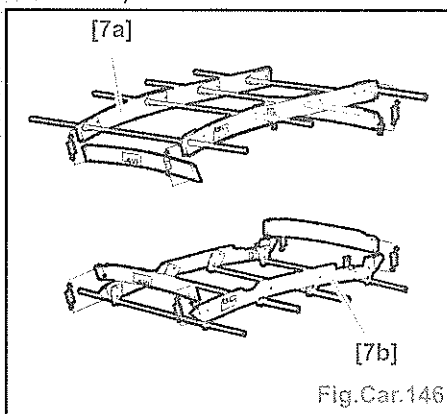

Fig.Car.146
- [7] Outil (-).1357 pour pose pavillon multifonction assemblé (partie inférieure et partie supérieure) (Fig. Car.146).